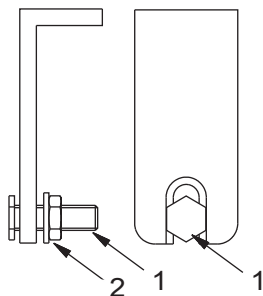

Abb. 22: Tuchstützdrahtwinkel
- » Schieben Sie die Schrauben (1 – Abb. 22) in den Schlitz der schon montierten Tuchstützdrahtwinkel und ziehen Sie die Muttern (2 – Abb. 22) fest.